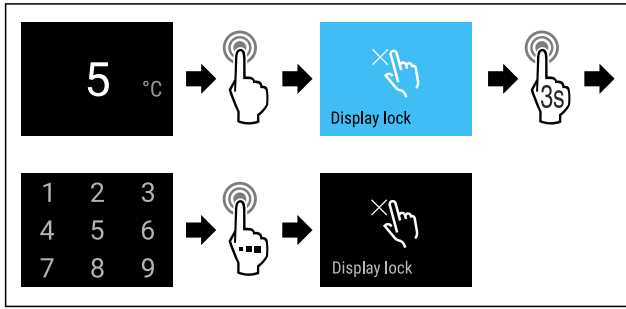

Fig. 80
- ▶ Efectuați pașii de acțiune (vezi Fig. 80) .